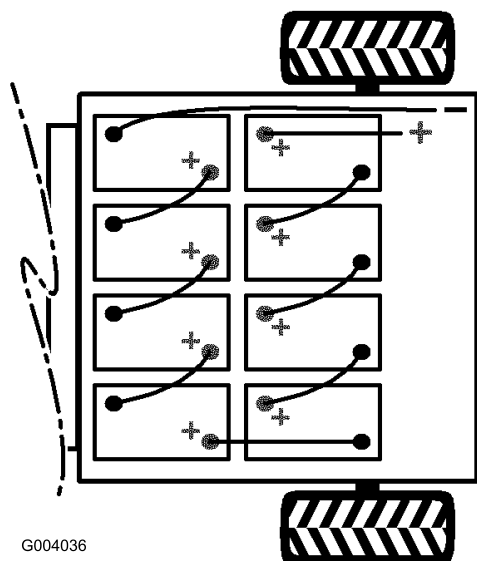

Bild 29
- Schließen Sie das lange, rote, positive Hauptkabel zwischen dem Batterieverteiler und dem Fahrzeug von der Batterie ab (Bild 29).
Hinweis: Achten Sie auf die Batteriepolartität, wenn Sie neue Batterien einsetzen (Bild 29).
- Verbinden Sie die Batterien mit den vorher abgenommenen Batteriekabeln, siehe Bild 29.
- Schließen Sie das lange, rote, positive Kabel zwischen dem Batterieverteiler und dem Fahrzeug an (Bild 29).
- Schließen Sie das lange, schwarz, negative Hauptkabel zwischen dem Batterieverteiler und dem Fahrzeug an (Bild 29).